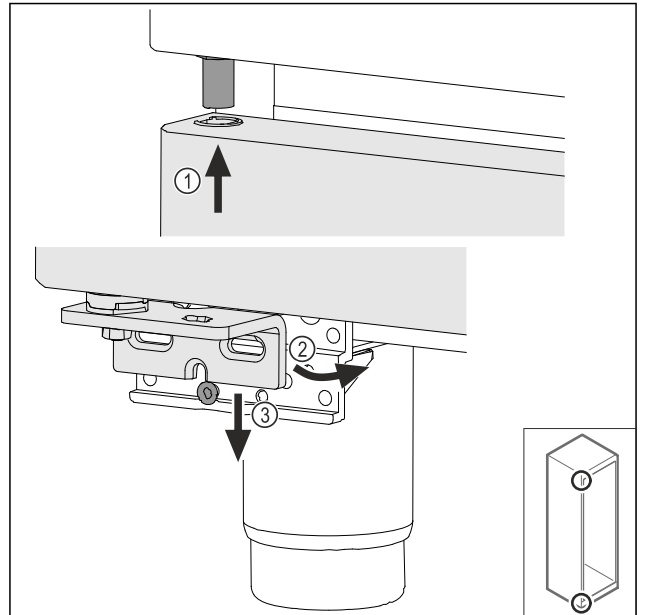

Fig. 39
- ▶ Indfør døren let på skrå foroven Fig. 39 (1), indjuster døren lige Fig. 39 (2), og påsæt den fornedten på lejebuksskruen Fig. 39 (3).